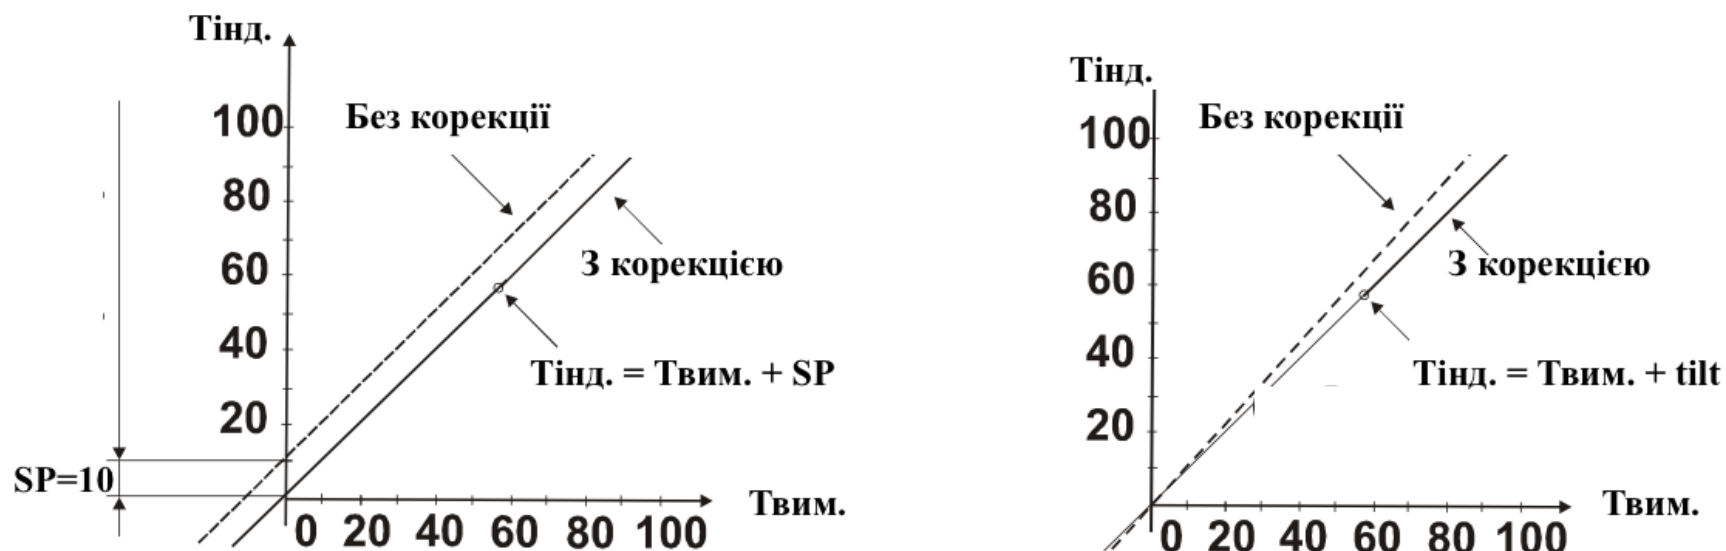

Рисунок 3.1 – Вплив параметрів «Зміщення характеристики» і «Нахил характеристики» на характеристику перетворення
3.3.3.7 Рисунок 3.1 ілюструє вплив параметрів «Зміщення характеристики» і «Нахил характеристики» на характеристику перетворення виміряного значення.